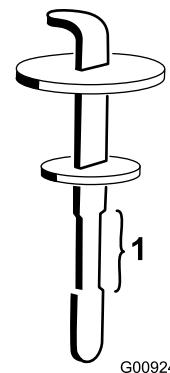

Figure 133
- Dévissez la jauge du goulot de remplissage et essuyez-la sur un chiffon propre. Remettez la jauge dans le goulot de remplissage, ressortez-la et contrôlez le niveau de liquide (Figure 133).